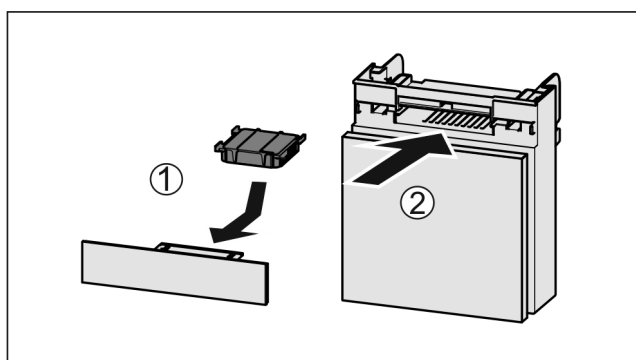

Fig. 112
- ▶ Introduzca el compartimento Fig. 112 (2).